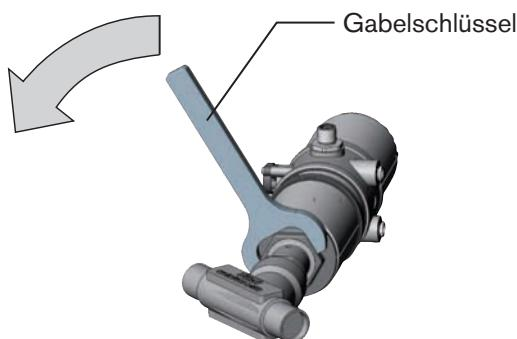

Bild 18: Drehen mit Gabelschlüssel
- Drehen Sie das Antriebsmodul nur gegen den Uhrzeigersinn! (siehe „Bild 18“)